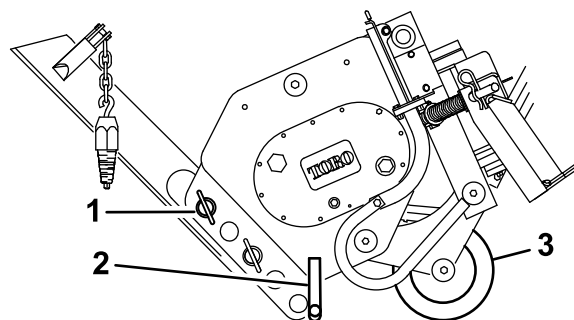

Рисунок 4
3. Отверните отвал вверх и зафиксируйте его с помощью штифта с защелкой и штифта с отверстием, как показано на Рисунок 4.
4. Наклоните плуг вперед и опустите его на землю или прицеп, опора и нож должны удерживать вес плуга (Рисунок 4).